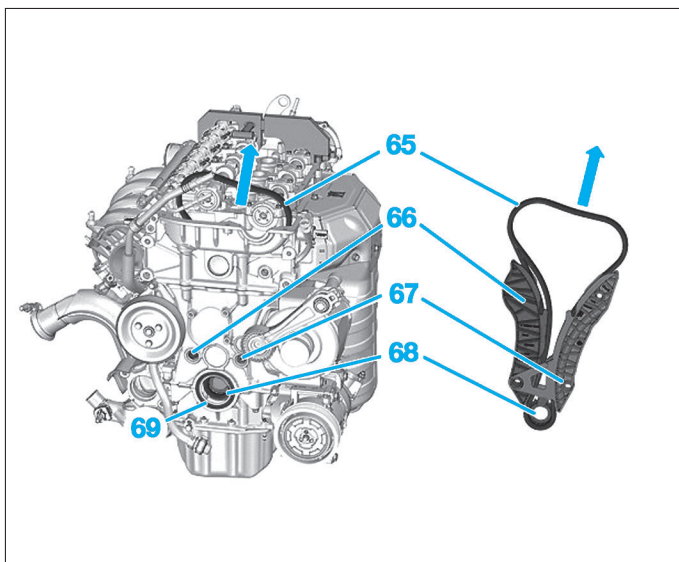

FIG. 21
- l'ensemble chaîne de distribution (65), guide tendeur (66), guide fixe (67), pignon de vilebrequin (68) (Fig.21),
- la bague d'étanchéité (69).